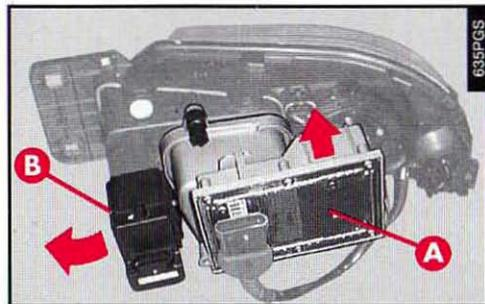

fig. 41
– Tourner vers le haut et sortir la centrale d'allumage lampe feu de croisement (**A-fig. 41**) sans débrancher le connecteur électrique.
– Tourner vers l'intérieur et sortir le moteur d'orientation du phare (**B-fig. 41**), sans débrancher le connecteur électrique.
– Introduire la centrale d'allumage lampe feu de croisement (**A-fig. 41**) et la bloquer en la tournant vers le bas.